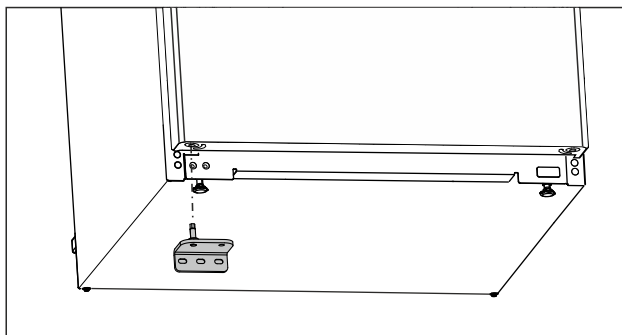

Fig. 25
- Inserire il blocco inferiore di supporto sul lato opposto. (vedere Fig. 25)